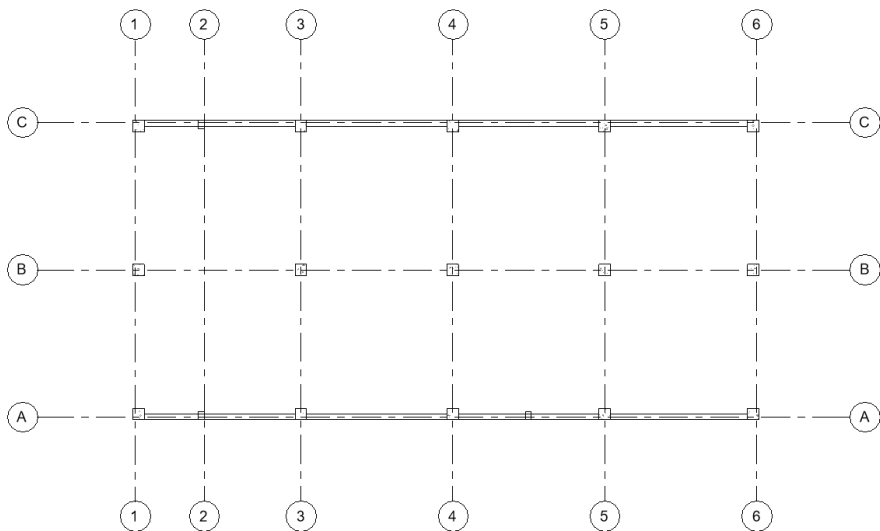

图 15-50 绘制“250×600mm”梁
(3) 单击“结构”选项卡“结构”面板“梁”按钮 ，在“属性”选项板中选择“混凝土 - 矩形梁 250×600mm”类型。
(4) 在如图 15-50 所示的位置绘制“250×600mm”梁。